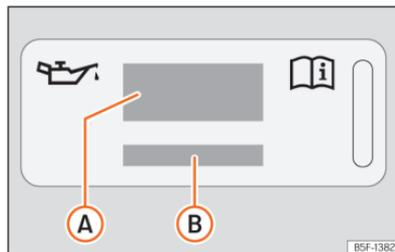

Abb. 226 Im Motorraum: Aufkleber mit Motoröl-Spezifikationen
Legende zur »» (Abb. 226):
Wenn Motoröl nachgefüllt werden muss, verwenden Sie eines der auf dem Aufkleber angegebenen Motoröle »» (Abb. 226). Der Aufkleber mit der vorgeschriebenen Motoröl-Norm befindet sich im vorderen Bereich des Motor-
• Wenn der Aufkleber mit den Motoröl-Spezifikationen »» [Abb. 226] fehlt, wenden Sie sich an einen Fachbetrieb.